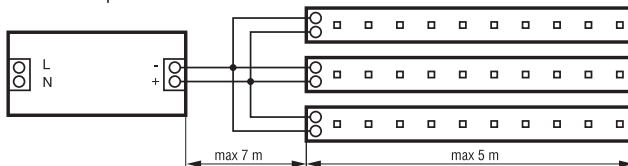

Рис.1
- 2.8. К одному каналу источника питания не рекомендуется подключать последовательно более 5 метров светодиодной ленты. Для подключения нагрузки высокой мощности сечение провода должно соответствовать расчетному значению сечения для максимального потребляемого тока нагрузки. Каждые дополнительные 5 метров светодиодной ленты рекомендуется подключать параллельно отдельным проводом к источнику питания как показано на рис.1 ниже.